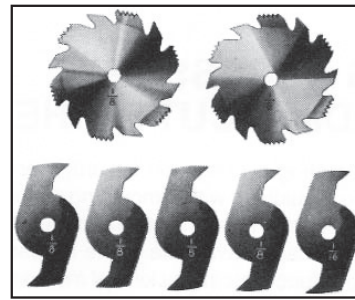
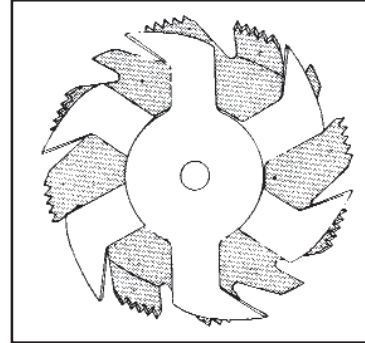
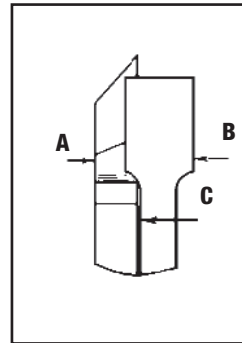

Fig. 44
Fig. 45
Fig. 46
1. Cortar ranuras consiste en realizar un rebajo o surco ancho en la pieza de trabajo. La mayoría de los juegos de cabezales para ranuras están compuestos de dos sierras externas y cuatro o cinco cuchillas internas, (Fig. 44). Se utilizan diversas combinaciones de sierras y cuchillas para cortar ranuras desde 3,18 mm (1/8") hasta 20,63 mm (13/16") para la instalación de estantes y la realización de uniones, espigas, ranuras, etc. Las cuchillas son muy indentadas y deben estar colocadas de tal modo que la porción pesada caiga dentro de los pasos de las sierras externas, como se muestra en la Fig. 45. La superposición de la sierra y la cuchilla se distingue en la Fig. 46, siendo (A) la sierra externa, (B) una cuchilla interna y (C) una arandela o arandelas de papel, usadas según sea necesario para controlar el ancho exacto de la ranura. Para cortar una ranura de 6,35 mm (1/4") se utilizan dos sierras externas. Los dientes de las sierras deben estar ubicados de manera que el rastrillador de una sierra quede junto a los dientes de corte de la otra sierra.